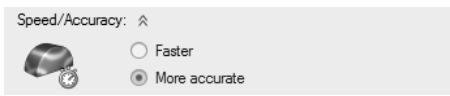

图 8-6
4) 在 Speed/Accuracy 选项区中选中 More accurate 单选按钮，如图 8-6 所示。